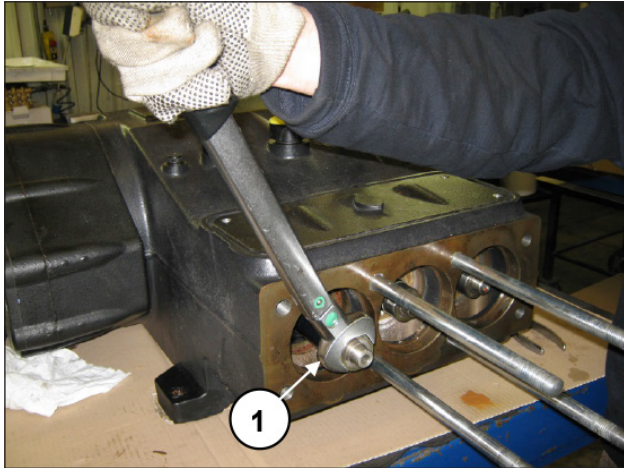

Fig. 125
Monte o espaçador do pistão na bomba e aperte (pos. ①, Fig. 125).